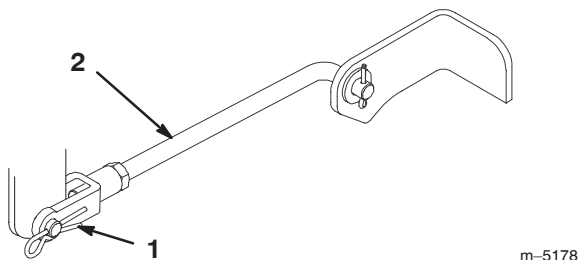

Figure 44
3. Enlevez la goupille fendue et l'axe de chape des tourillons avant (Fig. 44).
6. Fixez les tourillons avant à la machine à l'aide des axes de chape et des goupilles fendues (Fig. 44).